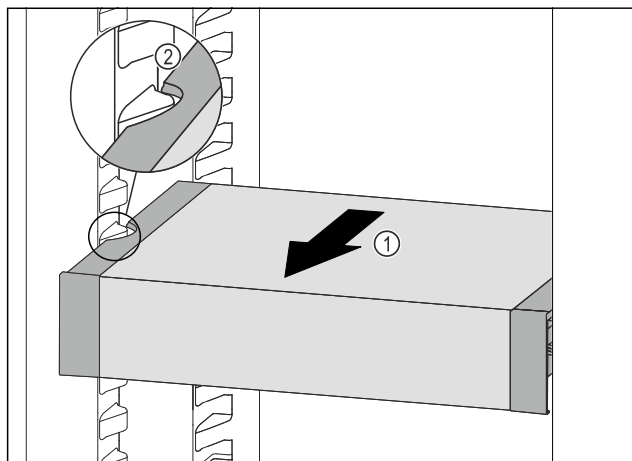

Fig. 138
- VarioSafe ťahajte dopredu Fig. 138 (1), kým sa bočné vybrania VarioSafe nebudú nachádzať vo výške rebra nádob v chladničke. Fig. 138 (2)